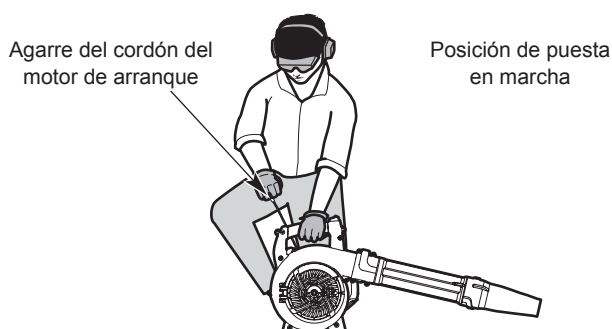

Fig. 7
Evite poner en marcha la herramienta por accidente. Para evitar lesiones graves, el operador de la herramienta debe permanecer en posición estable cuando tira del cordón de la puesta en marcha (Fig. 7).
5. NO apriete el control de aceleración. Agáchese en la posición de puesta en marcha (Fig. 7).
6. NO apriete el control de aceleración. Tire del cordón de puesta en marcha con un movimiento firme y controlado de 3 a 5 veces para poner la herramienta en marcha (Fig. 7).